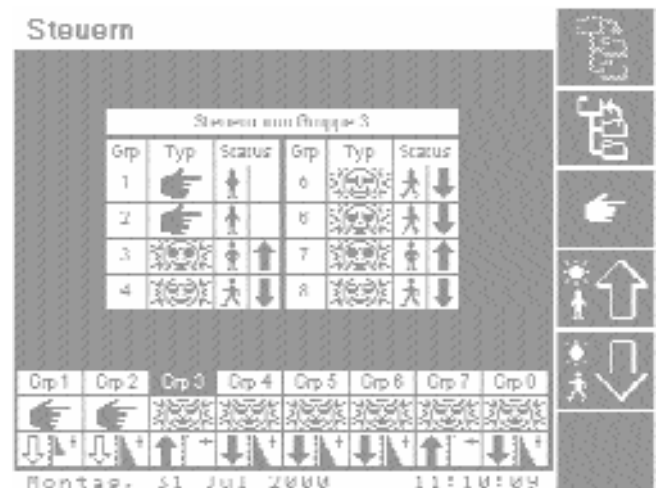

Abbildung 7: Menü Steuerung durch Sonnen-Funktion
- Steuerung durch Sonnen-Funktion (Abbildung 7: Menü Steuerung durch Sonnen-Funktion).